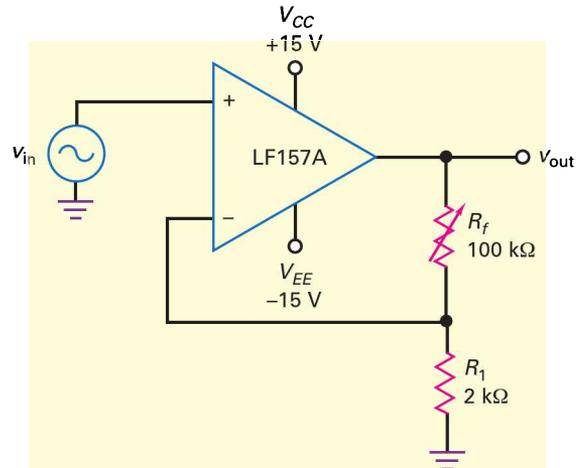

Figure 16.35
16.15 Calculez le gain en tension boucle fermée maximal et minimal sur la figure 16.35.